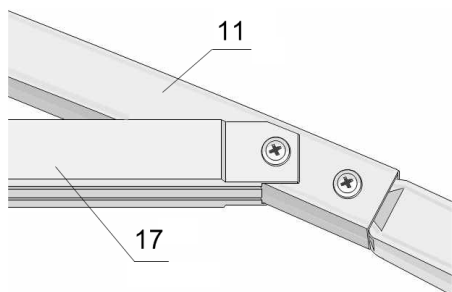

Рис. 13
- ✓ К дугам удлинения №11 присоедините стяжку №17 (см. рис. 13).